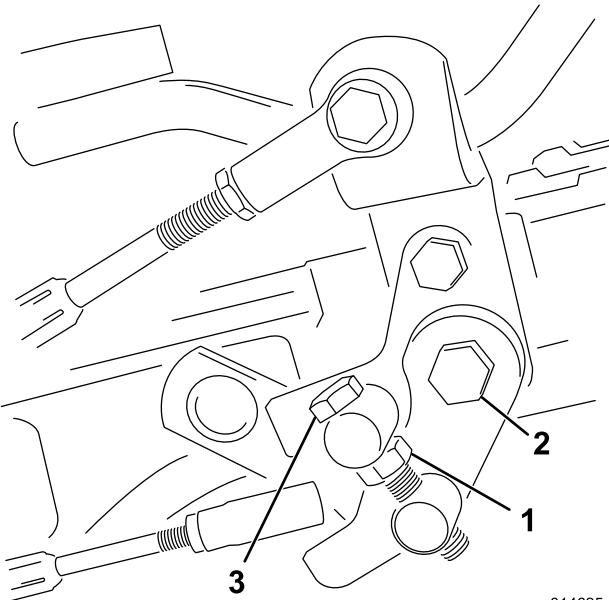

図 48
- トラニオンボルトのジャムナットをゆるめる図48。
- トラニオン・ボルトのジャムナット、およびペダル・ピボットのナットを締め付けて調整を固定する図48。調整を確認し、必要に応じて再調整する。